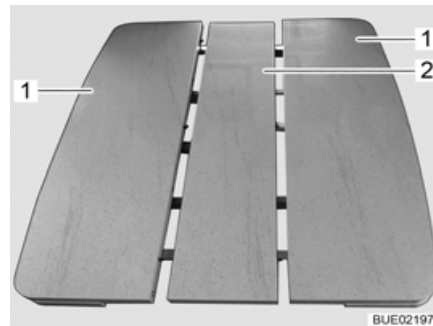

Fig. 117 Piano del tavolo con prolunga centrale
- Afferrare il piano del tavolo (Fig. 117,1) da entrambi i lati più lunghi e tirare (per questa operazione sono necessarie due persone). La prolunga centrale (Fig. 117,2) che si trova sotto il piano del tavolo si solleva autonomamente per mezzo di molle.
- Afferrare il piano del tavolo (Fig. 117,1) da entrambi i lati più lunghi e tirare (per questa operazione sono necessarie due persone).
- Premere verso il basso la prolunga centrale (Fig. 117,2) opponendo resistenza alle molle e tenerla in posizione.